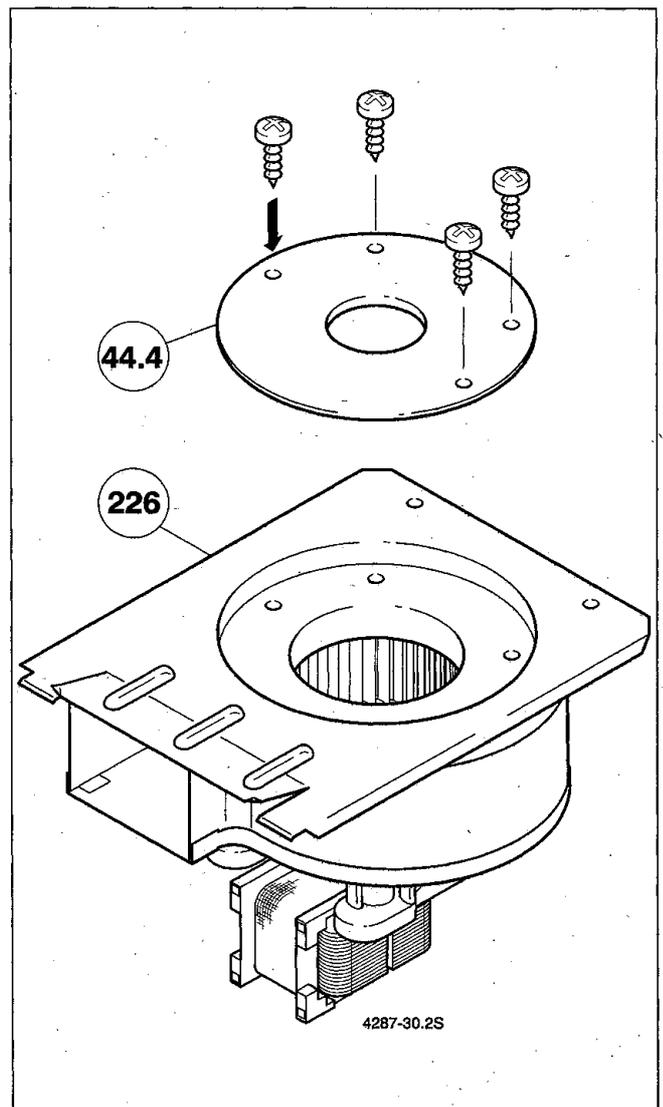

Bild 39
- Drosselblende (44.4) auswählen und an der Saugseite des Abgasventilators (226) montieren (Bild 39).